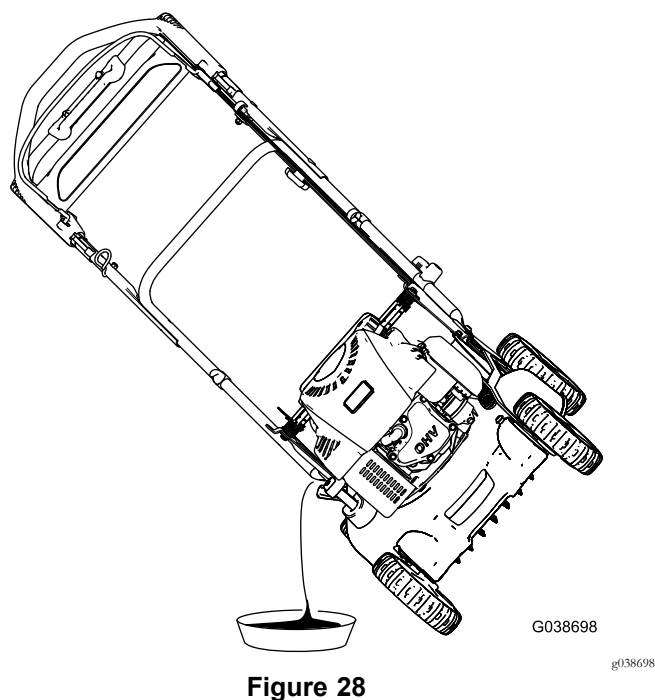

Figure 28
4. Inclinez la machine sur le côté (jauge en bas) pour vidanger l'huile usagée dans un bac de vidange par le goulot de remplissage (Figure 28).